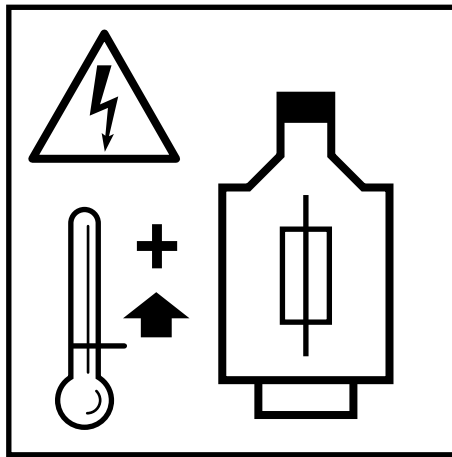

Fig.: 14
3. Considerar a aplicação de um disjuntor do motor na caixa eléctrica (Fig.: 14)